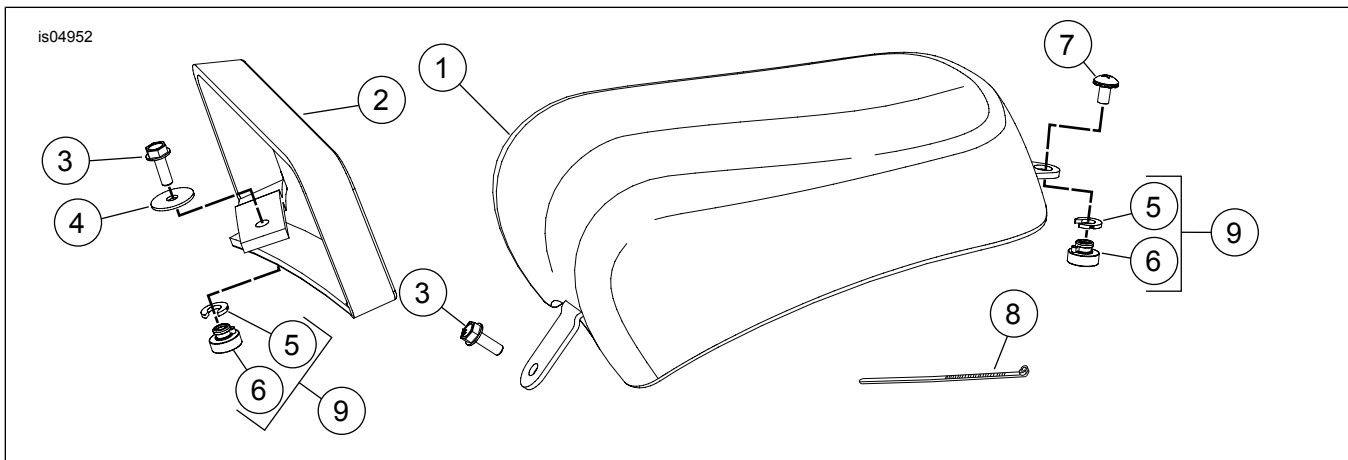

Abbildung 5. Ersatzteile für FLSTSB Soziussitz
Siehe Abbildung 5 und Tabelle 1.
4. Siehe Abbildung 5. Den neuen Halteriemens (2) mit Unterlegscheibe (4) und Schraube (3) in die vordere Arretiermutter einschrauben. Die Schraube auf ein Drehmoment von 11–18 N·m (8–13 ft-lbs) anziehen.